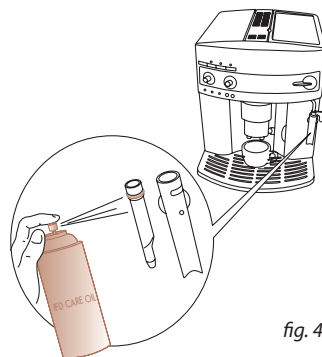

fig. 4
Dopo averlo rimontato, lubrificare la guarnizione presente sul cappuccinatore, spruzzando **IFD care oil (E)** in dotazione (fig. 4).